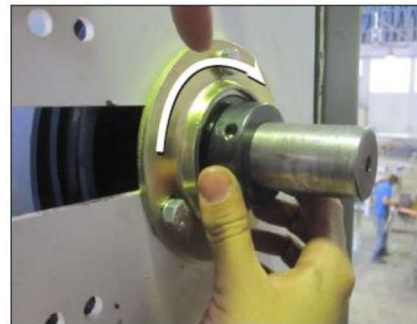

Figura 21
- Después de centralizar el eje dejando la misma holgura en los dos lados, apriete los anillos en sentido horario (vea la figura 21).